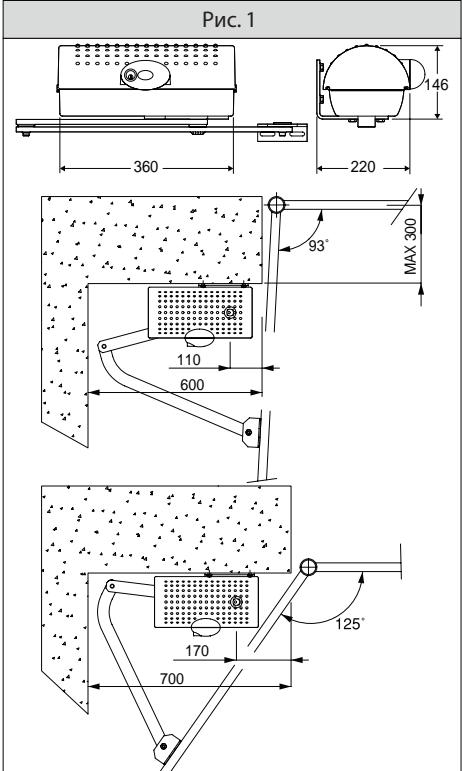
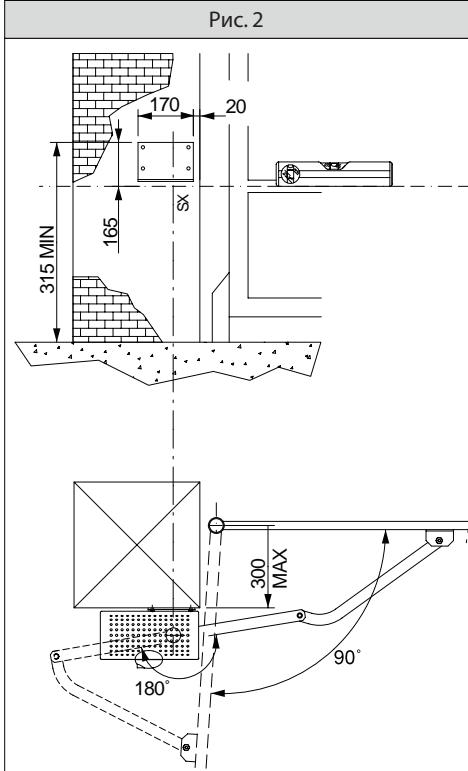
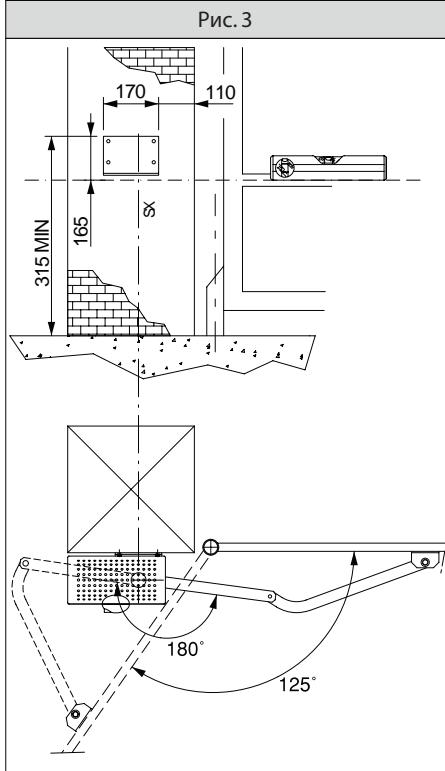

Рис. 2
Рис. 3
Рис. 4
- Структура полотна ворот прочная и жесткая. Положения крепления должны выбираться соответственно структуре створки. В любом случае, кривые рычаги должны иметь точкой приложения усилия силовую конструкцию полотна ворот (**рис.2**).
5) КРЕПЛЕНИЕ МОНТАЖНОЙ ПЛАСТИНЫ (РИС.2)
После определения места крепления на створок, при закрытых воротах, проведите воображаемую линию до столба (**рис.2**). Расположите кронштейн, соблюдая размеры **рис.2** для открывания на 90 гр. Или **рис.3** для открывания больше 90 гр. До 125 гр. максимально. Положение крепления кронштейна должно быть параллельно и в плоскости полотна ворот. Используйте крепеж, винты или болты, подходящие для крепления в материал столба. Если поверхность столба неровная, используйте призонные болты, чтобы иметь возможность выровнять пластину параллельно створке (**рис.4**).